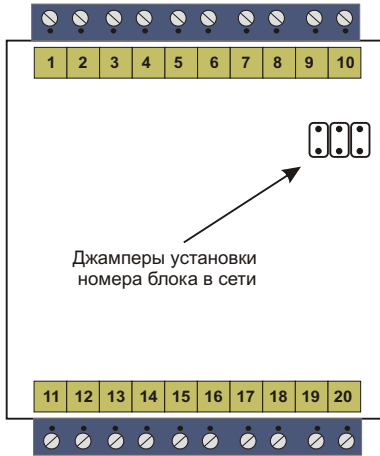

Рисунок 4
11.1 Для идентификации блока в сети, ему необходимо присвоить номер. Для присвоения номера необходимо открыть корпус блока, открутив 4 угловых винта и определенным образом установить джамперы на плате, находящиеся в правой верхней ее части (Рис. 4).